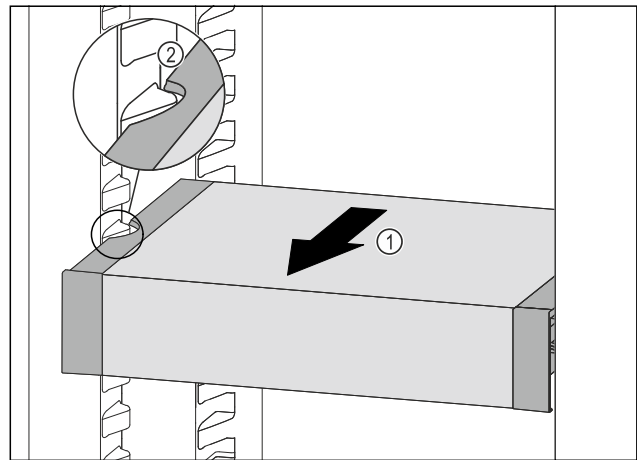

Fig. 87
- ▶ VarioSafe naar voren trekken Fig. 87 (1), tot de uitsparingen aan de zijkant van de VarioSafe zich ter hoogte van de rib in het koelgedeelte bevinden. Fig. 87 (2)